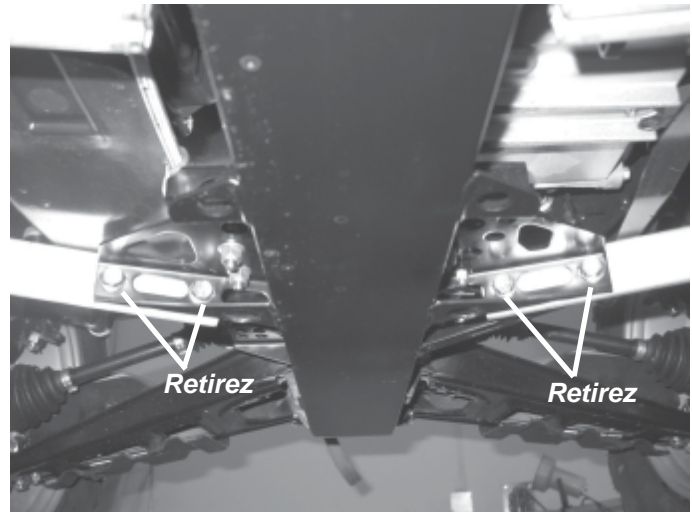

Figure 1 - Retirez les boulons
1. Retirez les quatre boulons tel qu'indiqué à la Figure 1.